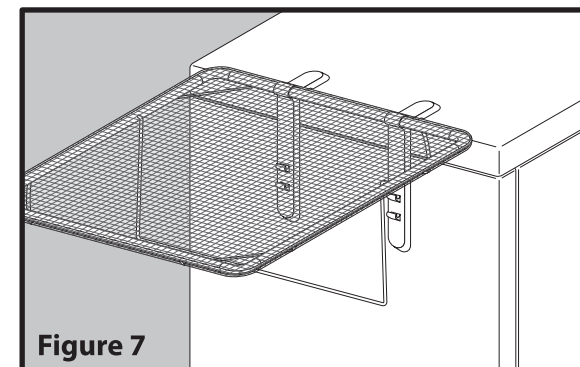

Figure 7
7. Place product onto clean, dry metal surface (figure 7).
7. Placer le produit sur une surface métallique propre et sèche (figure 7).